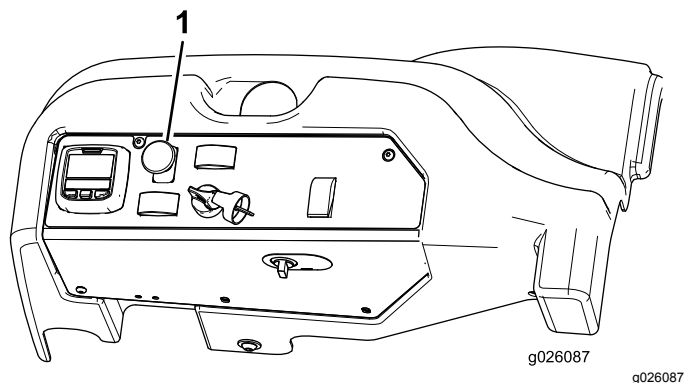

図 24
3. PTO スwitchを引くと PTO が作動を開始する **図 24**。